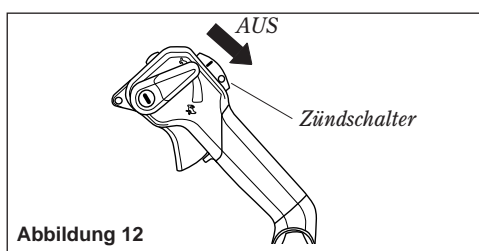

Abbildung 12
- Drücken und halten Sie den Ausschalter, bis der Motor zum Stillstand gekommen ist. Schieben Sie den Zündschalter nach hinten auf die Position „O“ (AUS). Siehe Abbildung 12.